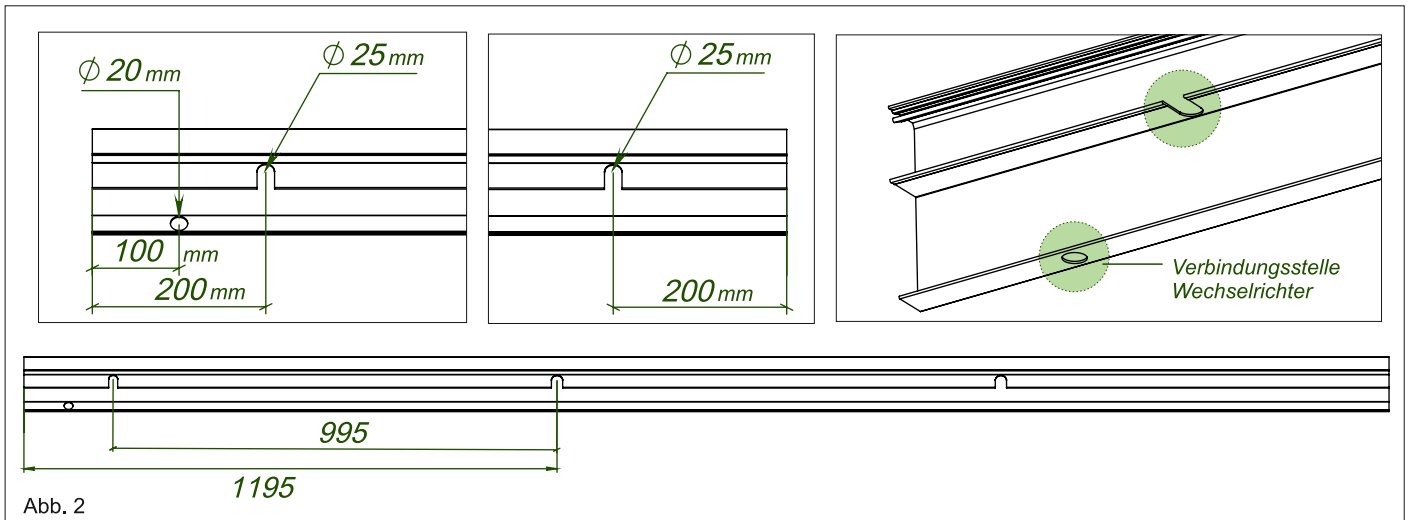

Abb. 2
2. Als nächstes nehmen Sie die Klickleisten KL-A980 und setzen Sie ebenfalls die Gummidichtung hinein. Auch hier den Vorgang mit allen gelieferten KL-A980 wiederholen, damit Sie zu jeder Klickleiste eine passende Gummidichtung haben. Siehe Abb. 2.
Option B: Kabelverbindung im Wandprofil verbaut. Hierfür sägen Sie entlang des Wandprofils für jede PV-Glasplatte jeweils eine Öffnung in die mittlere Schiene des Wandprofils um die Kabelverbindung zu ermöglichen, sowie eine Öffnung in die untere Schiene des Wandprofils für die Verbindung zu Wechselrichter. Bevor Sie die untere Öffnung aussägen müssen Sie sich für die Positionierung des Verbindungskabels zu Ihrem Wechselrichter entscheiden. Die genauen Maße entnehmen Sie der Abbildung. Siehe Abb. 2.